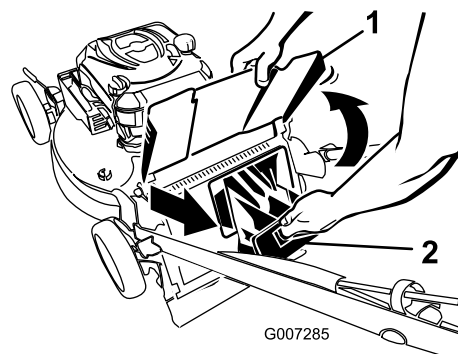

Figura 32
1. Levante y sujete el deflector de descarga (Figura 32).
2. Saque el tapón de descarga trasero (Figura 32).